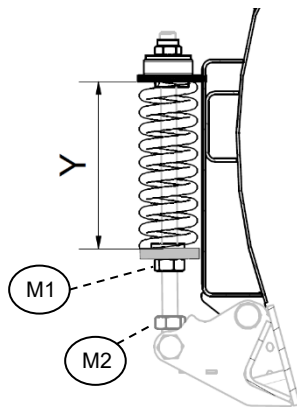

Bild.21
- 2) Dra mutter M1 uppåt två varv i taget och provkör. Upprepas tills spänningen är lagom – se Bild.21
- 5) Dra muttern M2 neråt – se Bild.21
- 6) Dra mutter M1 neråt två varv i taget och provkör. Upprepas tills spänningen är lagom – se Bild.21